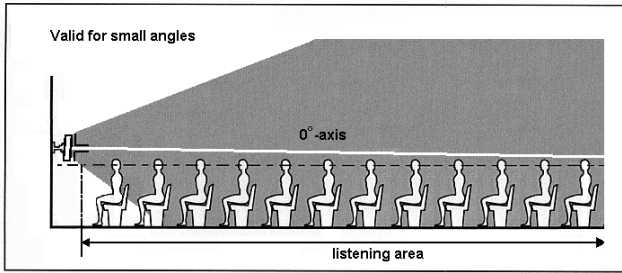

Abbildung 1: Abstrahlung der Lautsprechereinheit in Seitenansicht Wandmontage in kleinem Winkel
- Bestimmen Sie die Abmessungen des gewünschten Hörbereichs (eine horizontale Ebene auf Ohrenhöhe der Zuhörer – siehe gestrichelte Linie in Abbildung 1).
Wenn Sie einen großen Hörbereich wünschen, wird ein Winkel von rund 3° empfohlen (siehe Abbildung 1). Wie stark sich der Schalldruckpegel mit zunehmender Entfernung von der Lautsprechereinheit verringert, hängt vom Raumhall ab. Um hohe Töne klar hören zu können, sollte der Zuhörer Sichtkontakt zur Lautsprechereinheit haben.
- Gehen Sie in Diagramm 1 von der maximalen Entfernung auf der horizontalen Achse nach oben. Gehen Sie vom vertikalen Schnittpunkt mit der diagonalen B-Linie horizontal zur vertikalen Achse. Der X-Wert (Höhe der Montagehalterung der Lautsprechereinheit über der Hörebene, „X“ in Abbildung 1) steht auf dieser Achse. Die horizontalen Schnittpunkte mit anderen diagonalen Linien geben Informationen zu den Abmessungen des Hörbereichs an. Diese Werte beziehen sich auf die Abbildungen 2 und 3 (siehe auch das Beispiel unten).